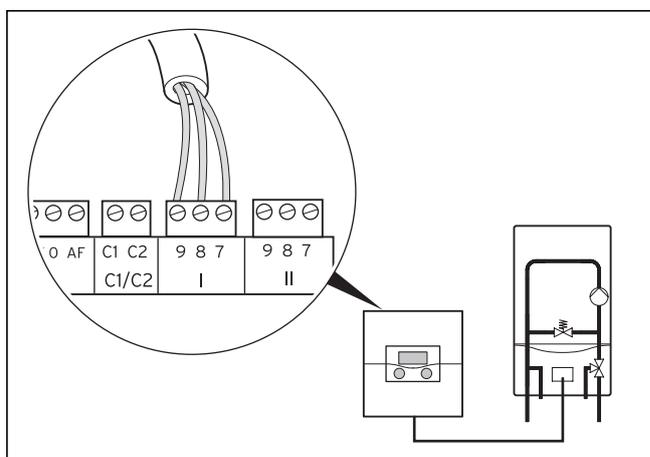

Рис. 5.1 Подключение отопительного аппарата
- Выполните соединительную проводку отопительного аппарата с помощью соединительной линии (мин.  $3 \times 0,75 \text{ мм}^2$ ) (→ рис. 5.1).